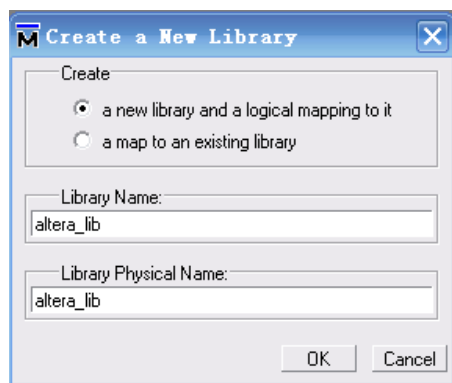

图 56 创建新库
- 3) 在主窗口中选择【File】→【New】→【Library】命令，在弹出的【Create a new library】窗口中将选项【Create】设置为【a new library and a logical mapping to it】，在【Library name】和【Library physical name】中键入所要创建库名字 altera_lib，如图 56 所示，此时在主窗口中已多了一个 altera_lib 项。